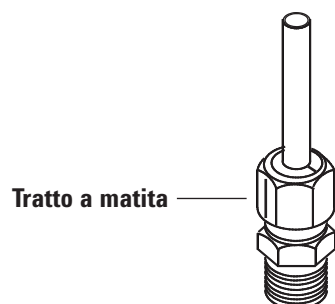

Figura 16. Contrassegno del raccordo
- 6 Contrassegnare il dado con un tratto a matita. Vedere Figura 16.